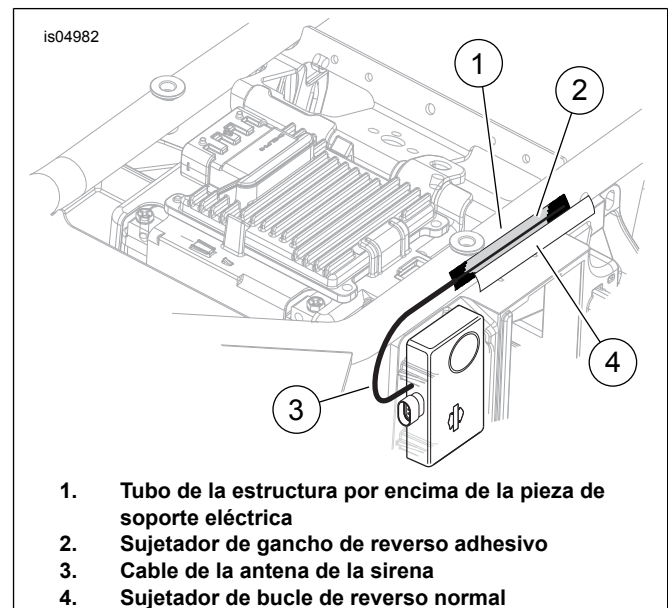

Figura 17. Instalación de la antena de la sirena (modelos FL Touring de 2008-2013)
- Vea la Figura 17. Limpie la superficie exterior del tubo de la estructura (1) que se encuentra arriba de la caja de fusibles y relés. Vea Tiras adhesivas.